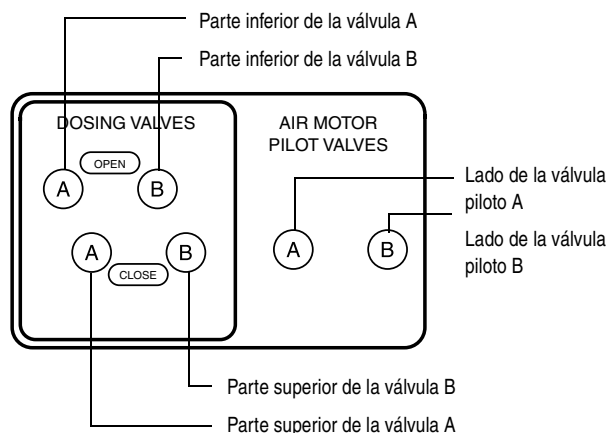

FIG. 4: Caja de control – parte inferior (puertos del solenoide)
12. Vuelva a conectar las líneas de fluido (suministradas por el encargado de la instalación) entre las bombas y las válvulas dosificadoras (H).
13. Vuelva a conectar o corte el tubo de la línea de aire a la longitud necesaria para conectar las válvulas dosificadoras (H) a las salidas del solenoide. FIG. 4.